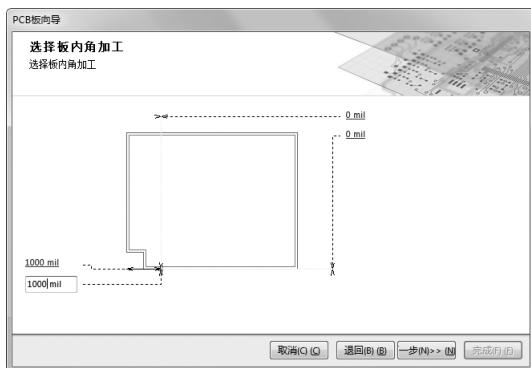

图 7-9 设置截取的中心部位
- “切掉内角”复选框：用于定义是否截取电路板的中心部位，该复选框通常是为了元件的散热而设置的。勾选该复选框后，单击“下一步”按钮即可对截取的中心部位进行详细的设置，如图 7-9 所示。这里使用默认的参数设置。